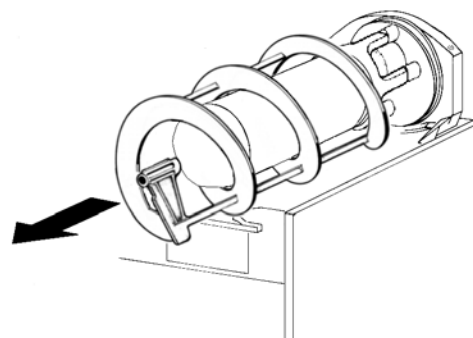

figura 7
- 3 Sfilare dall'evaporatore la spirale esterna (vedere figura 7) e